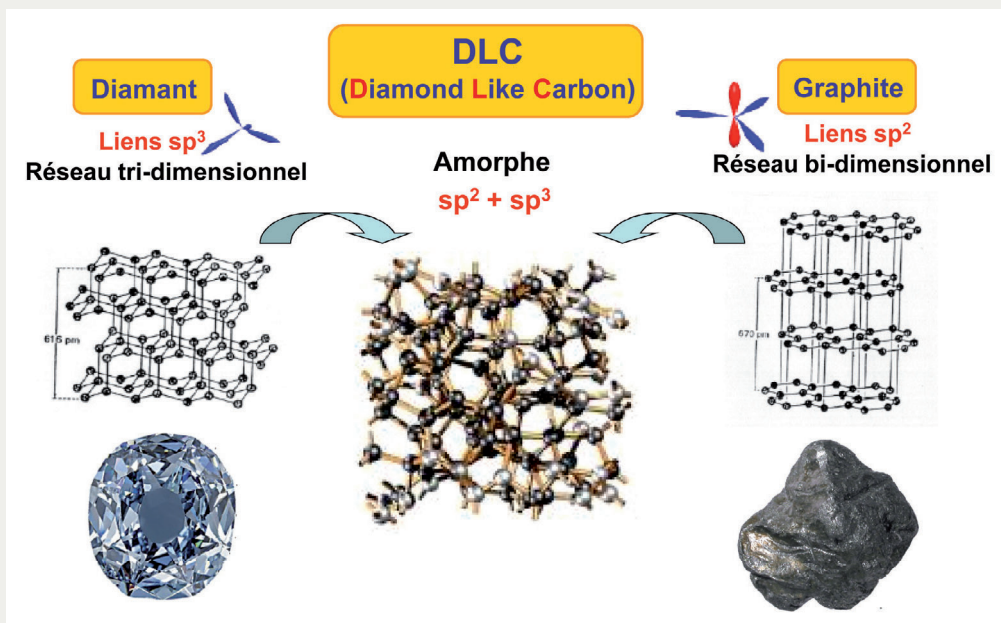

Figure 4 – Le DLC est un matériau dont les propriétés combinent la dureté du diamant et la souplesse du graphite.
Dans le carbone pur (en tant que matériau), on peut avoir, pour tous les atomes de carbone liés avec quatre atomes de carbone voisins, c'est le cas du diamant (Figure 4, à gauche) ; les liaisons constituent alors un réseau tridimensionnel aussi fortement connecté dans toutes les directions – la rupture du solide est très difficile : sa dureté est maximale.
Il existe aussi des atomes de carbone liés avec trois atomes de carbone voisins. Les liaisons constituent alors un réseau bi-dimensionnel, ces plans vont s'empiler : c'est le cas du graphite (Figure 4, à droite). Ces plans faiblement liés les uns aux autres, peuvent facilement glisser les uns sur les autres, nous avons affaire à un corps mou.
Il existe aussi des formes non cristallines du carbone pur, qu'on appelle amorphes (Figure 4, au milieu). Elles contiennent des atomes liés à trois autres ou quatre autres atomes (elles n'ont pas l'organisation strictement périodique des cristaux). Les couches DLC appartiennent à cette dernière catégorie, elles contiennent aussi une quantité importante d'atomes d'hydrogène, apportés par la matière de départ, un hydrocarbure. Elles ont la dureté apportée par les atomes liés à quatre autres comme dans le diamant et les qualités de glissement, apportée par les liaisons à trois autres atomes comme dans le graphite (5).